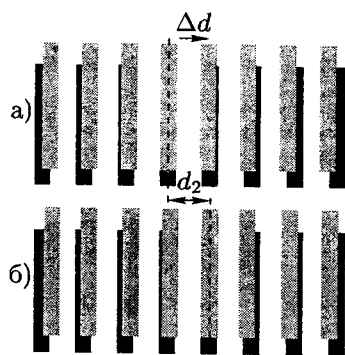

Рис. 11
3. Если внимательно рассмотреть рисунок 11, то можно увидеть, что при смещении более частой решётки (на рисунке серой) вправо на расстояние  $\Delta d$ , совпадающие полосы (середины светлой полосы) переместятся на расстояние  $d_2$  в ту же сторону. Поэтому, если мы будем сдвигать решётку  $A$  относительно  $B$  и полосы будут «бежать» в том же направлении, то это будет значить, что  $d_A < d_B$ ; если же полосы будут «бежать» в обратном направлении, то  $d_A > d_B$ .